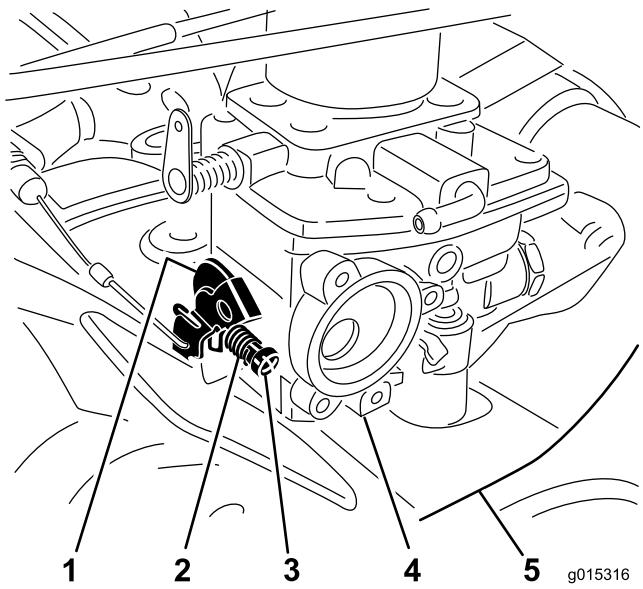

Figura 6
- Instale o parafuso intermédio e mola no conjunto do carburador na alavanca do acelerador como se mostra em Figura 6.